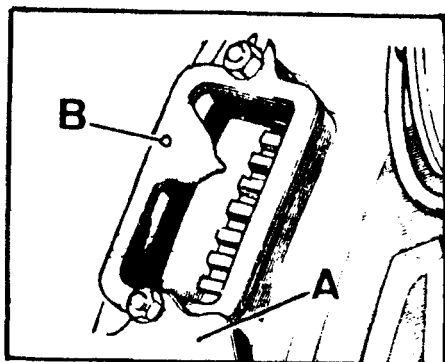

Fig. A1-40 Posicionamiento del índice de referencia
2.1. Desmontar la tapa de registro, A (Fig. A1-40) del cárter del volante y extraer las juntas de corcho.
2.2. Situar el orificio, B (Fig. A1-40) del índice de referencia, alineado con el granetazo existente en el cárter del volante, para lo cual será necesario desplazar dicho índice hacia la izquierda o derecha, fijándolo una vez que el orificio y granetazo se encuentren alineados.
- 2.5. Instalar las juntas de corcho de la tapa de registro, A (Fig. A1-40) del volante y montar dicha tapa.